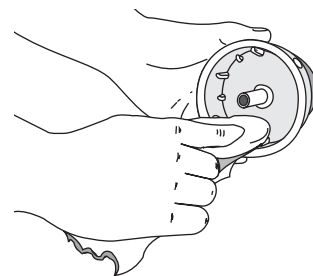

Fig. 16
resorte, el eje y la bobina exterior (Fig. 16).
2. Saque el carrete interior viejo de la bobina exterior (Fig. 16).
3. Saque el resorte del carrete interior viejo (Fig. 16).